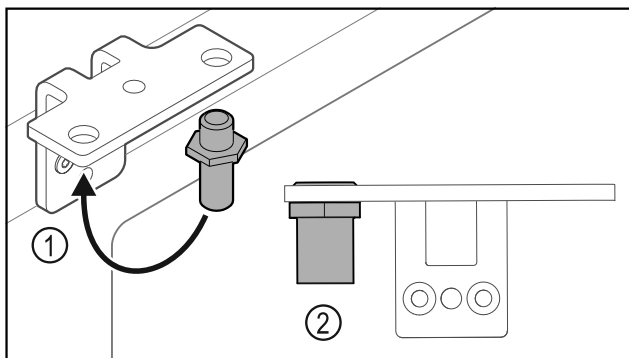

Fig. 37
- Spostare il perno Fig. 37 (1) nella cerniera angolare.
- Serrare il perno Fig. 37 (2) con una **coppia di 12 Nm**.